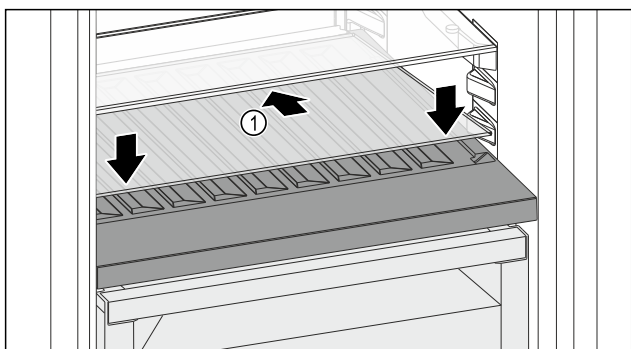

Fig. 182
- Skleněnou desku Fig. 182 (1) zasuňte šikmo a skloněnou dozadu dolů.
- Skleněnou desku Fig. 182 (1) vpředu spusťte dolů.